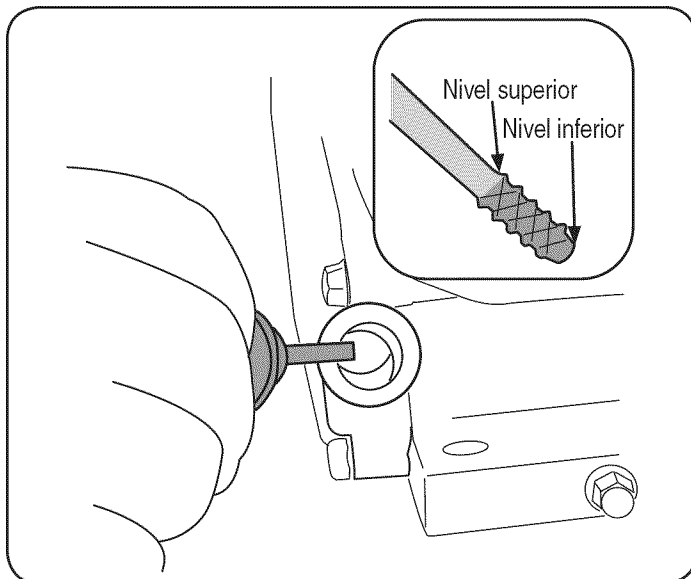

Figura 7
2. Retire el tapón de llenado/varilla de medición de aceite y limpie bien la varilla. Vea la Figura 7.
4. Saque el tapón / la varilla de medición de aceite. Si el nivel es bajo, agregue lentamente aceite hasta que el nivel registrado esté en un punto intermedio entre alto (H) y bajo (L), Figura 7.